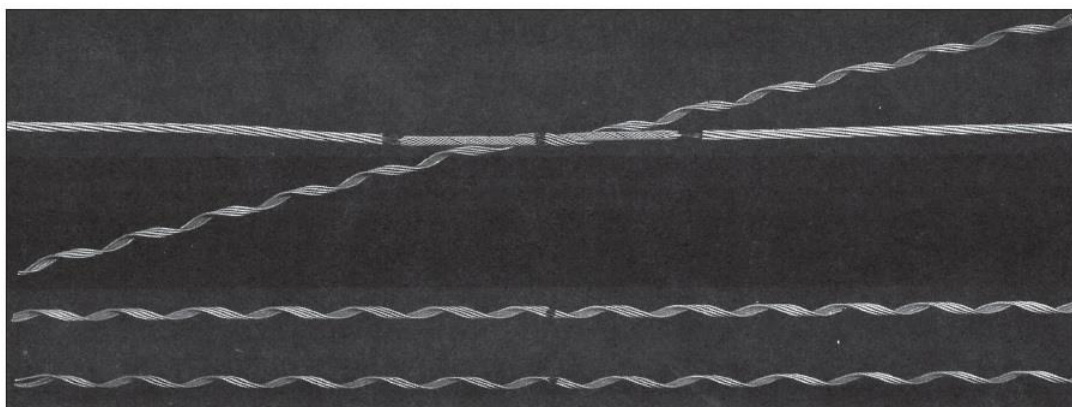

Рис. 10.
9. Совместите центральную метку пряди Токопроводящего повива спирального зажима для наружного слоя, содержащую наибольшее количество спиральных проволок, с центральной меткой Наполнителя и надёжно, удерживая провод и центральную метку спиральной пряди между большим и указательным пальцами, надавливая большим пальцем руки, аккуратно наплетите прядь вокруг провода на 1–2 шага (см. рис. 10).